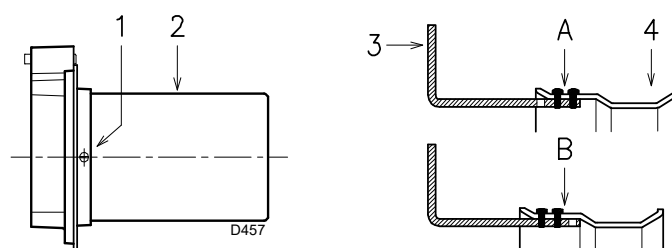

Fig. 13
- Svitare le viti 1)(Fig. 13) e smontare il bocaglio 2);
- Spostare il fissaggio dell'asta 3)(Fig. 13) dalla posizione **A** a quella **B**, arretrando così l'otturatore 4);
- Rimontare il bocaglio 2)(Fig. 13) e le viti 1)